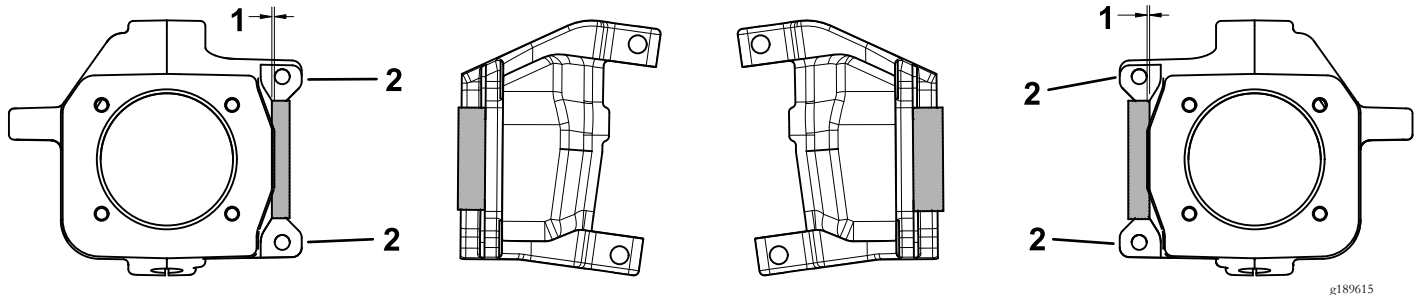

Figure 7
1. Meulez sur 1,78 mm d'épaisseur dans les porte-fusées droit et gauche, comme montré à la Figure 7.
**Important:** Ne meulez pas les surfaces indiquées sur la Figure 7.